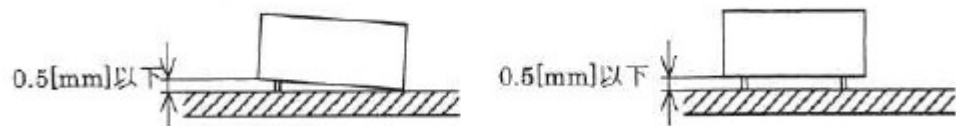

図8 部品の傾き
- ③ タクトスイッチ、トグルスイッチは、止まりがあるものは止まりまで差し込み、止まりがないものは密着して取り付けること。なお、浮き上がり限界は、図8に示すとおりとする。